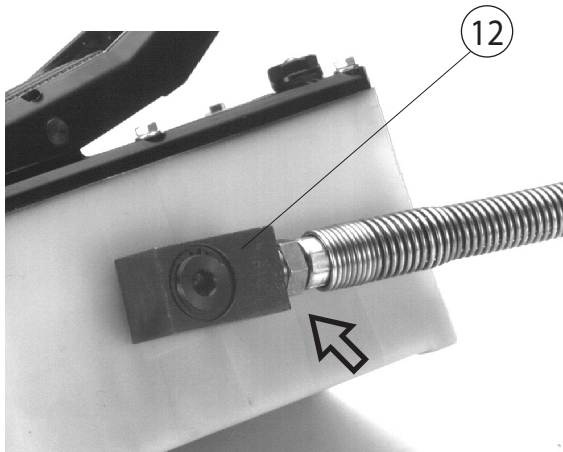

FIG. 5
6.3) Sostituzione del tubo alta pressione (Rif. a Fig. 5)
- Mediante una chiave fissa da 19 mm (3/4"), svitare il tubo dal raccordo (12).
- Pulire accuratamente il raccordo (12) togliendo ogni traccia della vecchia guarnizione.
- Avvitare il nuovo tubo sul raccordo (12) serrando con coppia **50 Nm (37.6 lbf.ft)**.